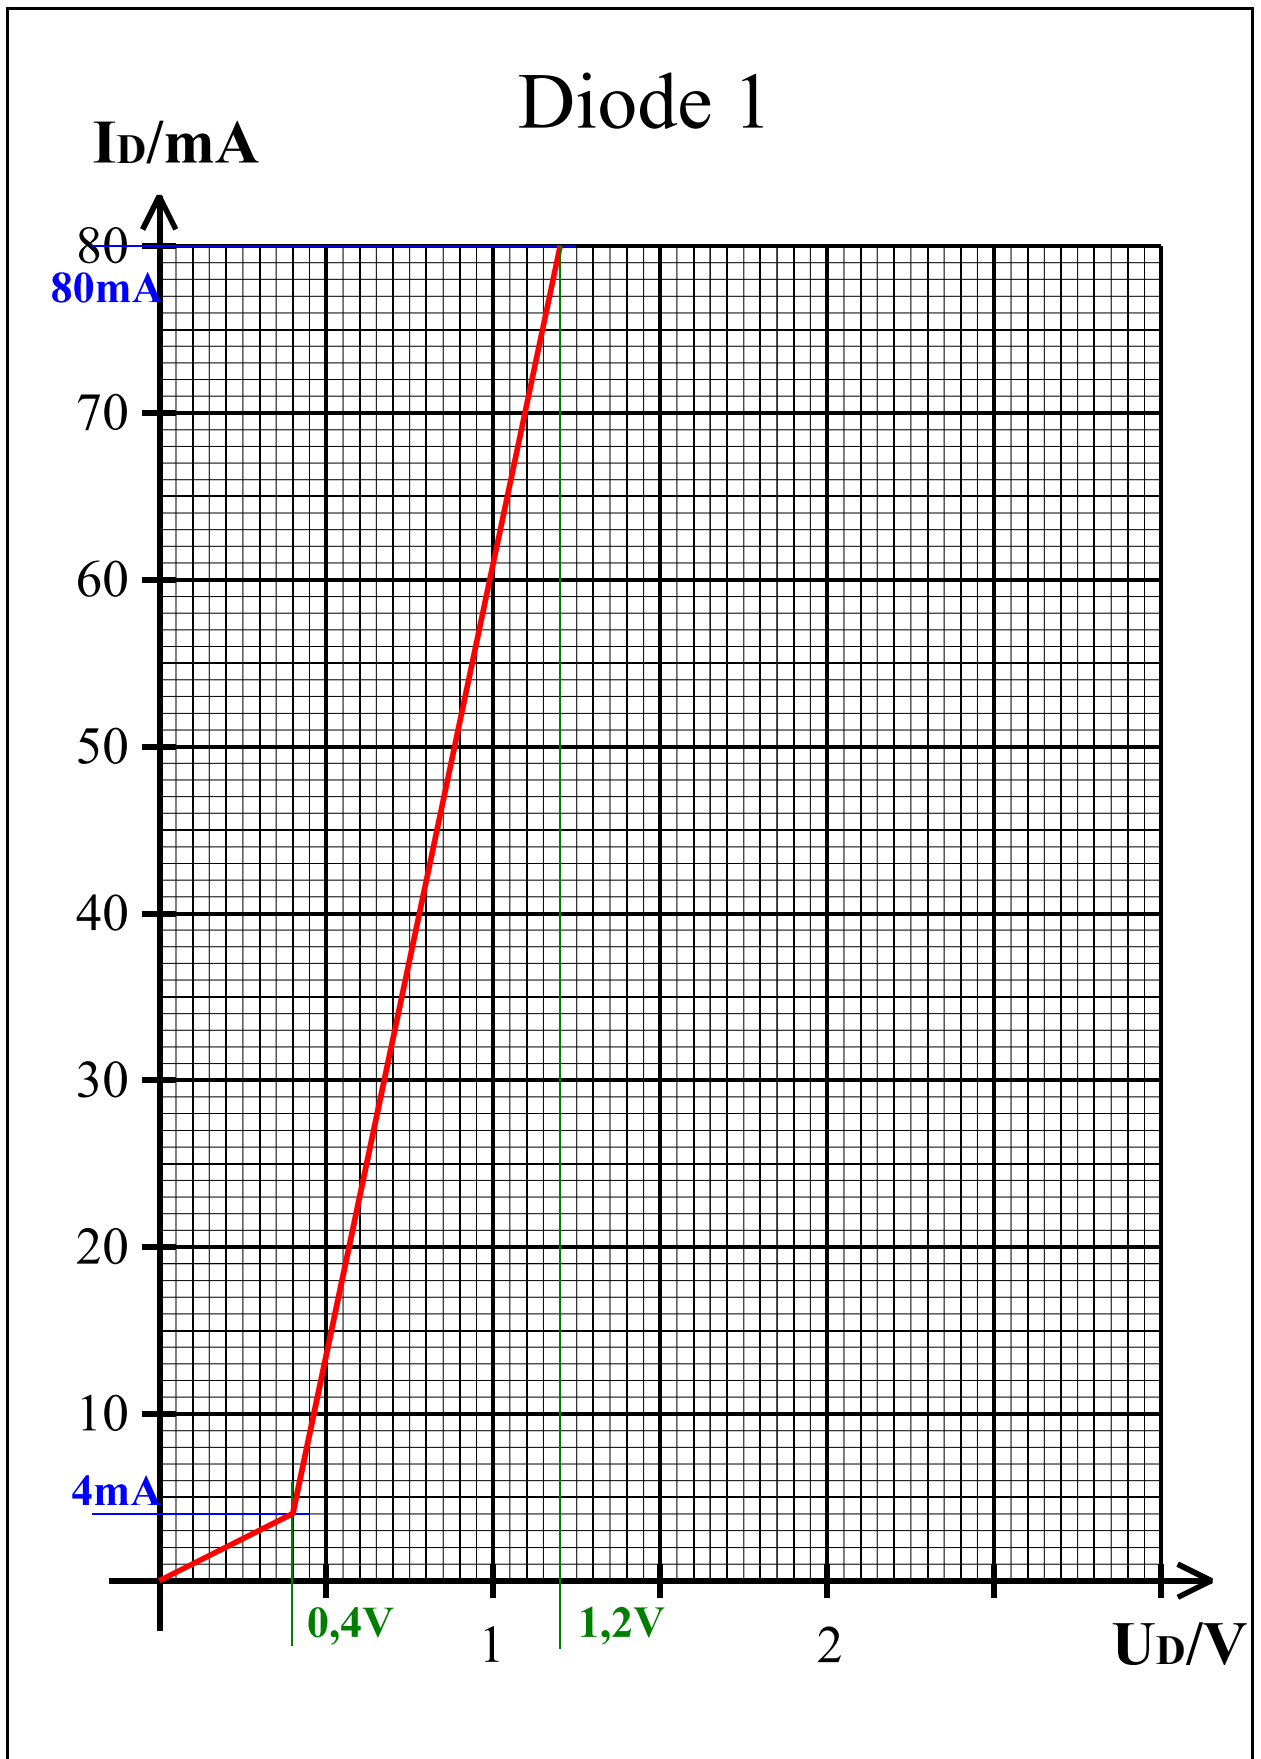

Abb. 19
3. Bestimmung der math. Funktion der Ersatzkennlinie der Halbleiterdioden (Abb.19)